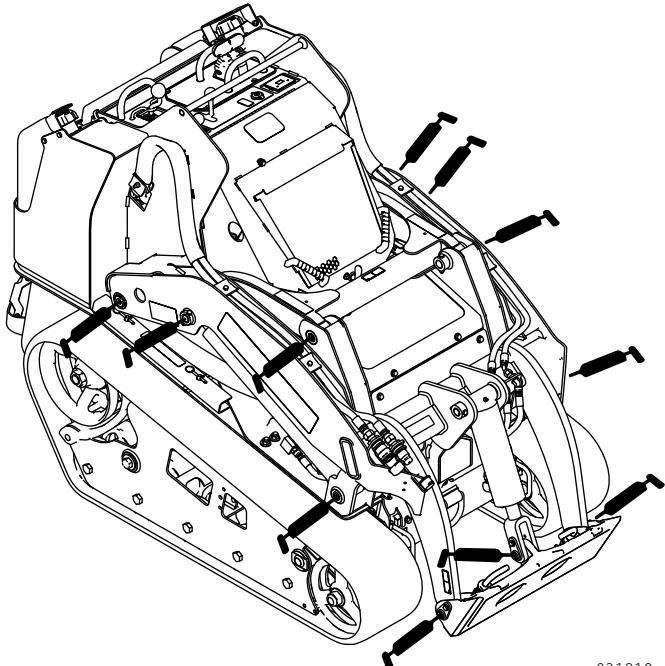
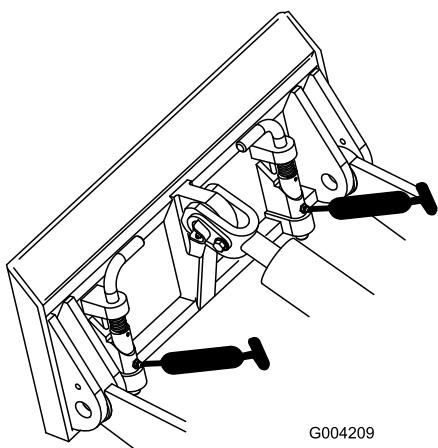
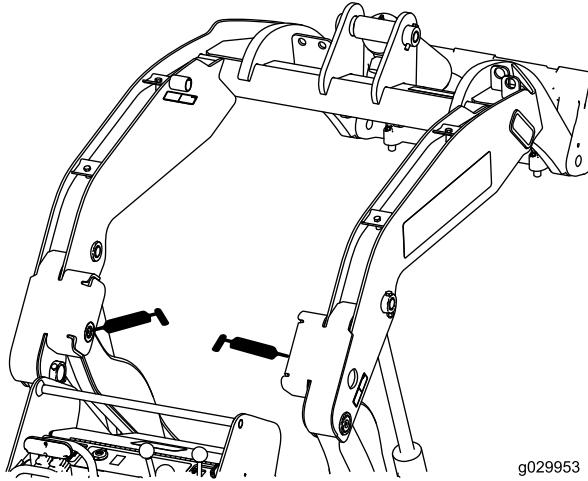

Figura 41
Figura 42
Figura 43
3. Collegate un ingassatore a pressione a ciascun raccordo (Figura 41Figura 42 e Figura 43).
Nota: Sollevate i bracci caricatori prima di ingrassare i raccordi nella Figura 43.